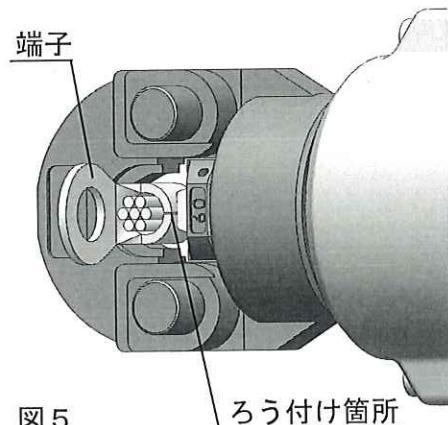

図5
- 6 端子（スリーブ）は、ろう付け箇所を雄ダイス側に合わせ、端子の筒部が中心になるよう保持しながら、作動スイッチを操作し、端子が落ちない程度に固定（仮押え）してください。（図5）
- 7 電線を、端子および直線重ね合せ用スリーブ（P）は筒部端より1mmほど出るまで、直線突合せ用スリーブ（B）は突き当たるまで挿入してください。（図5）